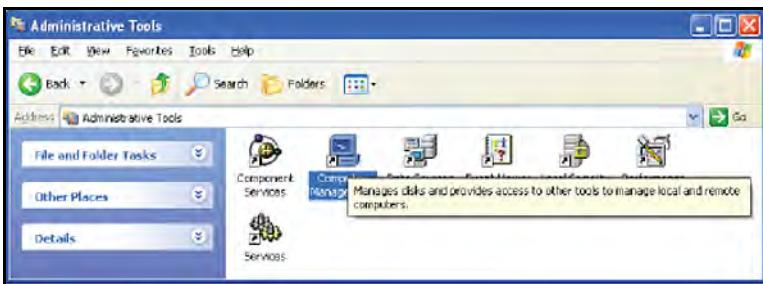

Рис. 114: Администрирование (значок управления компьютером)
- В окне "Администрирование" щелкните Управление компьютером (Computer Management) (см. Рис. 114 ниже).